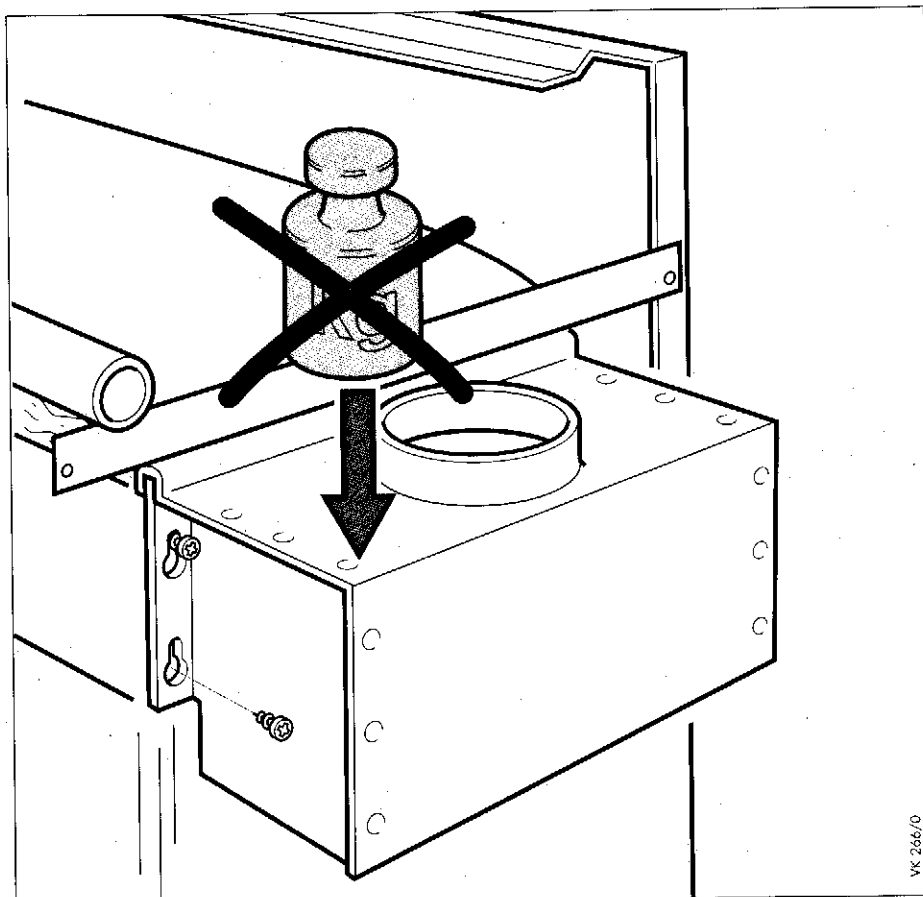

Рис. 5.5 Монтаж предохранителя тяги
- Окончательно закрепите предохранитель тяги, туго затянув самонарезные винты, как показано на рис. 5.5 "Монтаж предохранителя тяги".